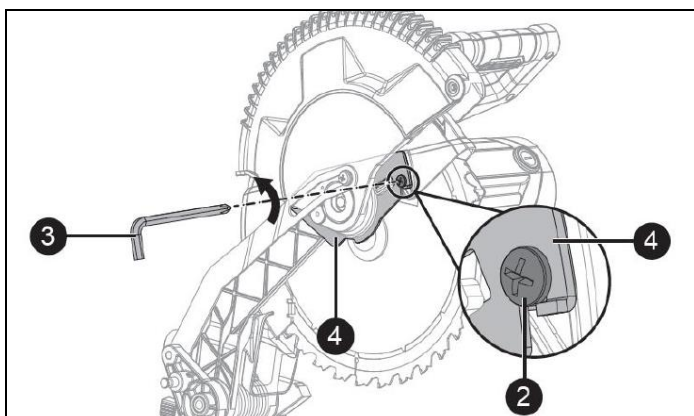
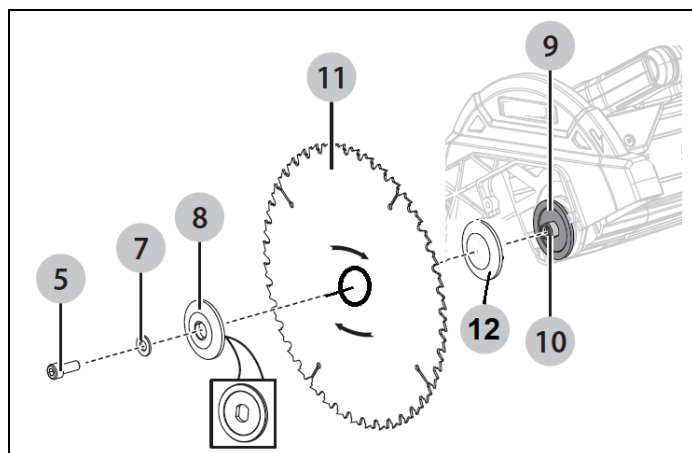

Рисунок 13
Рисунок 15
2. Установите внешний фланец (8) и плоскую шайбу (7) на пильный диск и на оправку. Завинтите винт оправки (5) в оправку (Рис. 15) против часовой стрелки.
4. Нажмите на фиксатор оправки (6), крепко удерживая его, одновременно поворачивая пильный диск против часовой стрелки. Когда фиксатор оправки войдет в зацепление, продолжайте нажимать на него, надежно затягивая винт оправки.
5. Поверните кронштейн (4) обратно в исходное положение, пока паз в крышке не войдет в зацепление с винтом кронштейна (2). Удерживая нижнее ограждение пильного диска, затяните винт ключом для пильного диска. (Рис. 13)